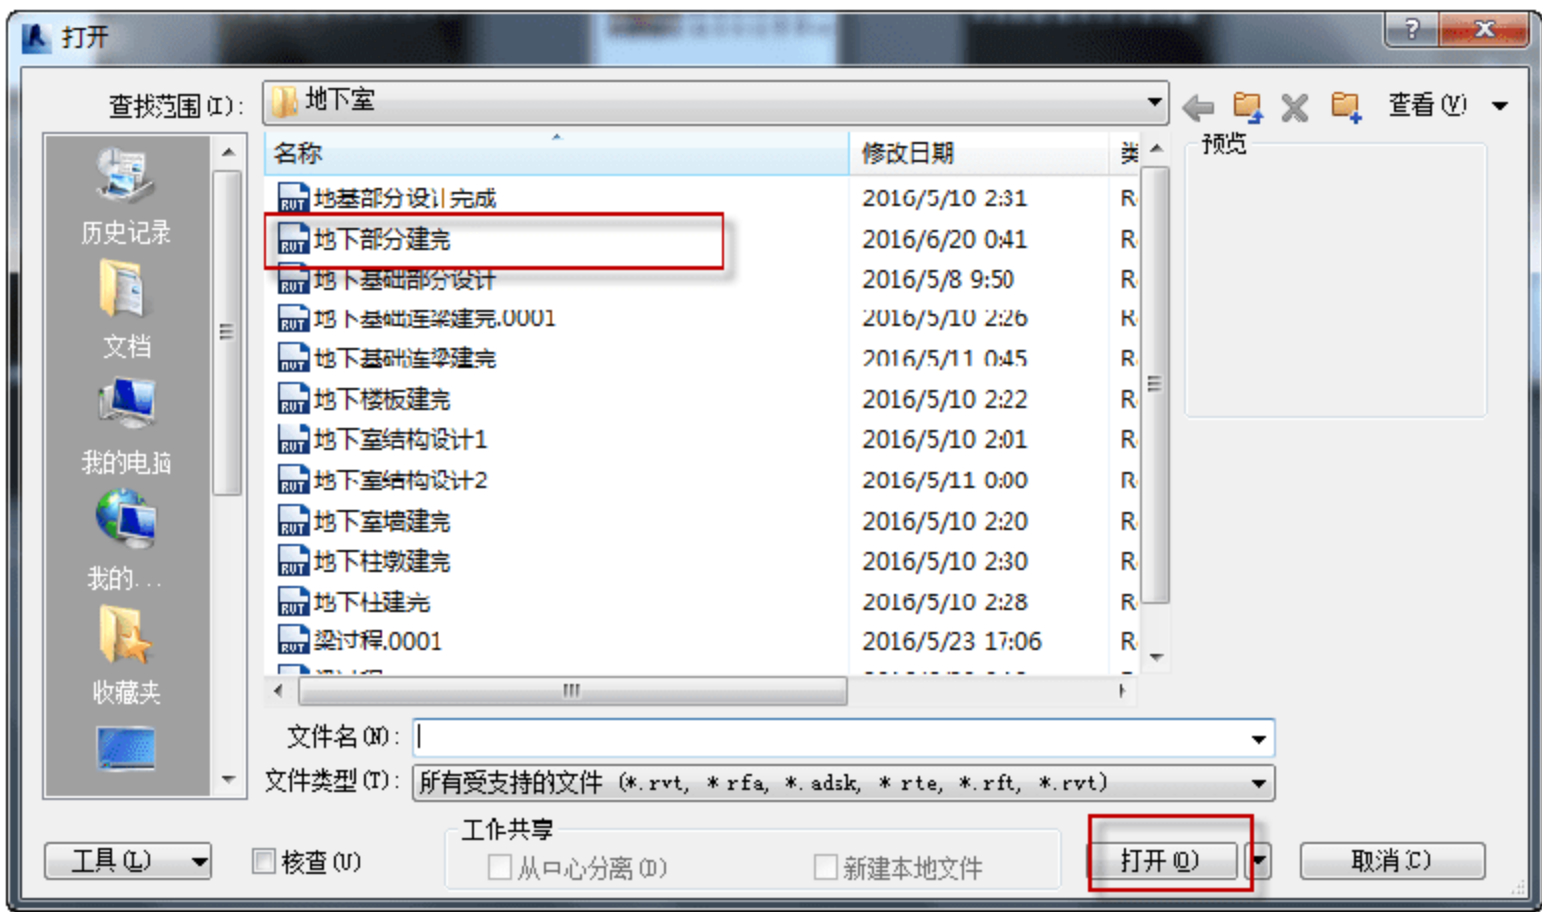

图 3.2.1 打开项目
(1) 打开项目。选择“打开”→“项目”命令，在弹出的对话框中选择地下部分建完选项，并单击“打开”按钮，如图 3.2.1 所示。